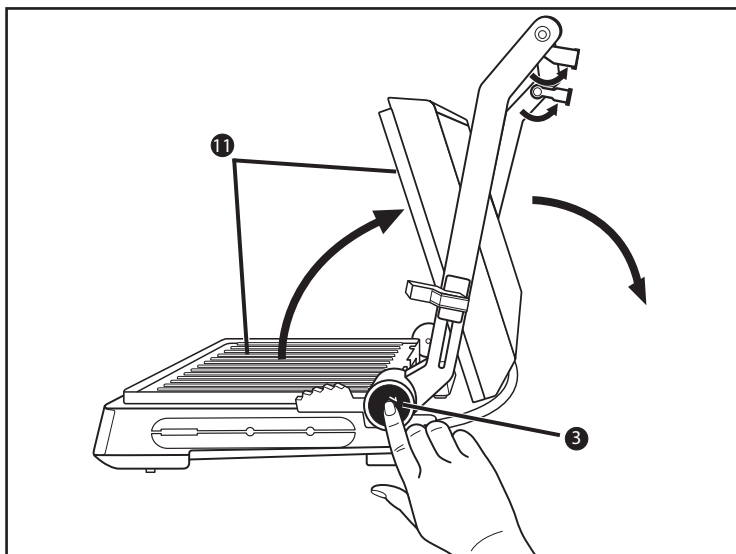

Fig. 1
- 1) Abra os dois pés de apoio ❶ (fig. 1).
- 2) Prima o botão de desbloqueio 180° ❸ (fig. 1) e abra a tampa do aparelho de modo que ambas as placas de aquecimento ❶ possam ser utilizadas como grelhador de mesa.